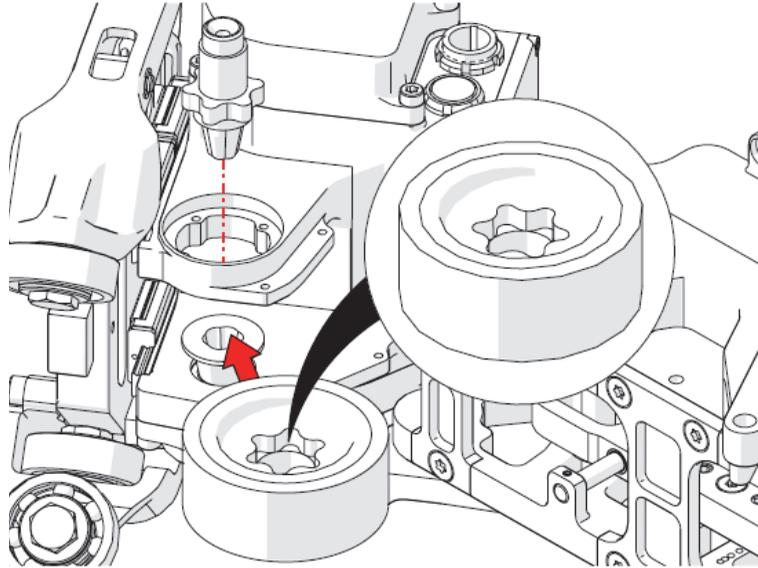

Figure 2-23 Installation de la nouvelle roue motrice
27. Installez la nouvelle roue motrice en veillant à ce que les encoches pour l'essieu soient orientées vers le haut (Figure 2-23 à la page 107).